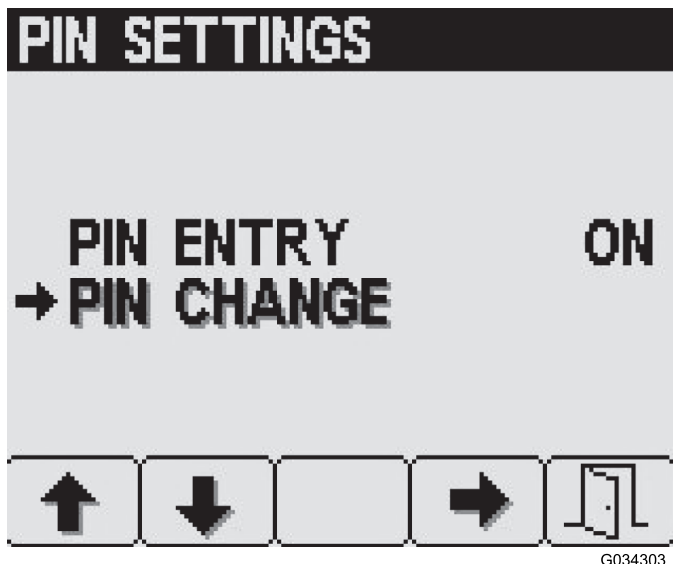

Figure 17
3. Dans l'écran Réglages code PIN, appuyez sur le bouton 2 jusqu'à ce que l'option Modification du code PIN soit atteinte, puis appuyez sur le bouton 4 pour la sélectionner (Figure 17).